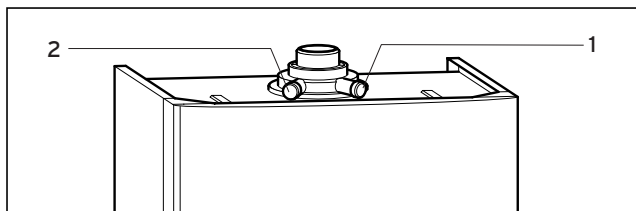

Fig. 3.12 Skorsteins målinger (på apparatet)
- Drei dreieknappen (1) for å stille inn oppvarmings-tilførselstemperatur mot venstre anslag (fig. 3.12).